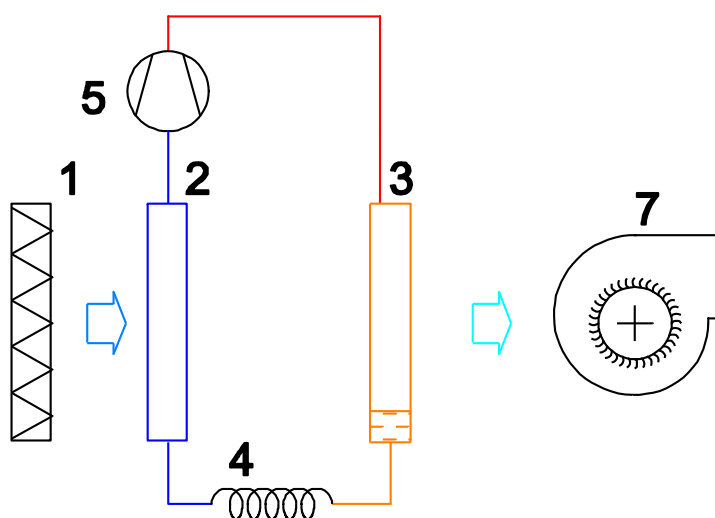

Fig. 1 Schema di funzionamento del deumidificatore DMC-S
In fig. 1 è schematizzato il funzionamento: l'aria, filtrata attraverso la sezione filtrante (1), incontra in sequenza l'evaporatore (2) ed il condensatore (3) del circuito frigorifero. La deumidificazione avviene durante l'attraversamento dell'evaporatore, in quanto l'aria subisce un raffreddamento con condensazione del vapore acqueo. Il calore asportato all'aria viene poi restituito attraversando la batteria alettata calda del circuito frigorifero, con l'aggiunta dell'energia elettrica assorbita dal compressore frigorifero (5).